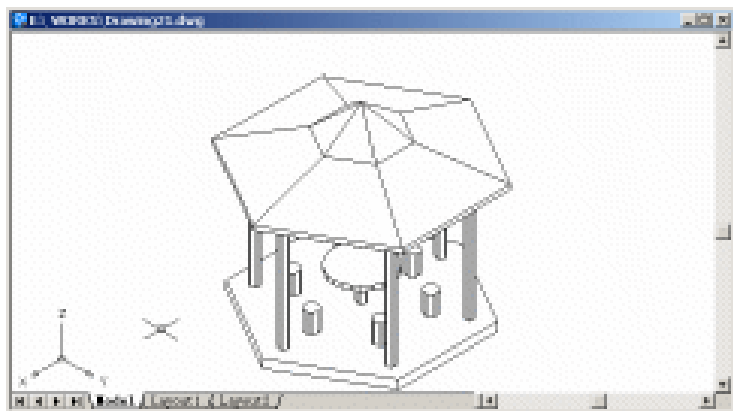

图 21.14 删除辅助线和中心线
(12) 用 ERASE 命令删除辅助线和中心线，再使用 HIDE 命令消除隐藏线。效果如图 21.14 所示。